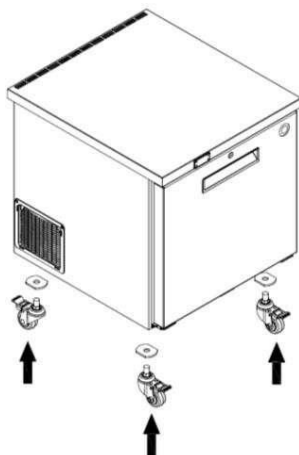

Fig. 4
- Skru hjulene fast (se fig. 4).